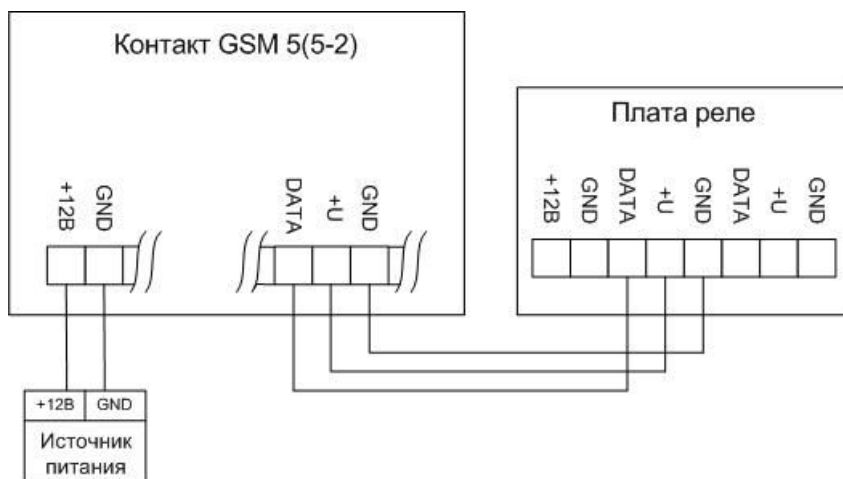

рис.1.1
- соедините устройство с контрольной панелью как показано на рис.1.1 или рис.1.2
- соедините одну плату реле с контрольной панелью, как показано на рис.1.1 или рис.1.2